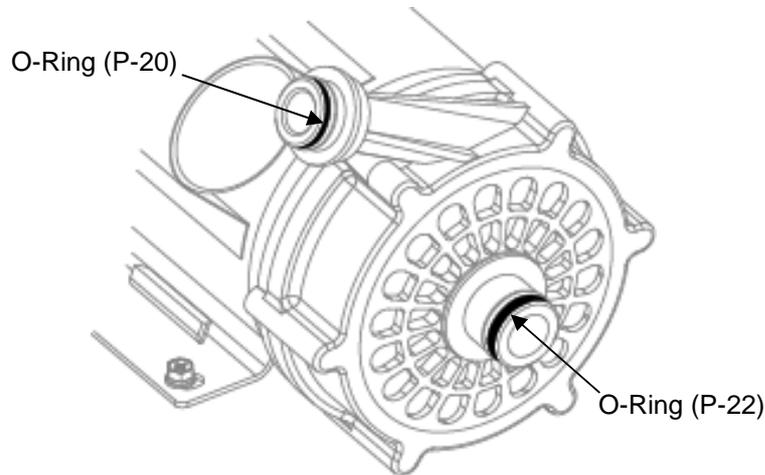

Abb. 4-12 Montage des O-Rings
* Unterschiedliche Größe (Siehe Abb. 4-12.)